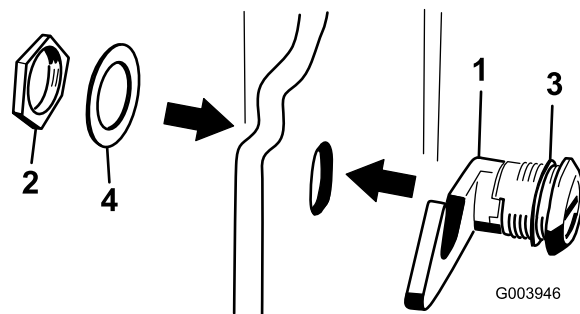

Figura 6
3. Retire la tuerca del conjunto de cierre del capó (Figura 6).
4. Desde fuera del capó, introduzca el enganche del cierre a través del taladro del capó y asegúrese de que la junta de goma queda en el exterior del capó (Figura 6).